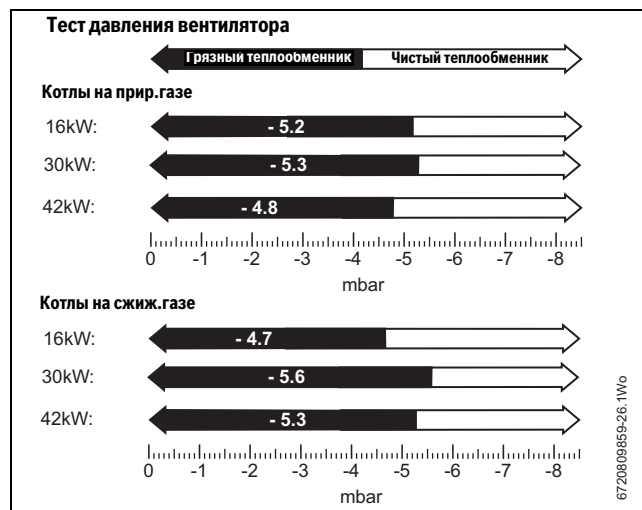

Рис. 54 Показания управляющего давления вентилятора
- ▶ Давление будет отрицательным; см. график на рис. 54 ниже.